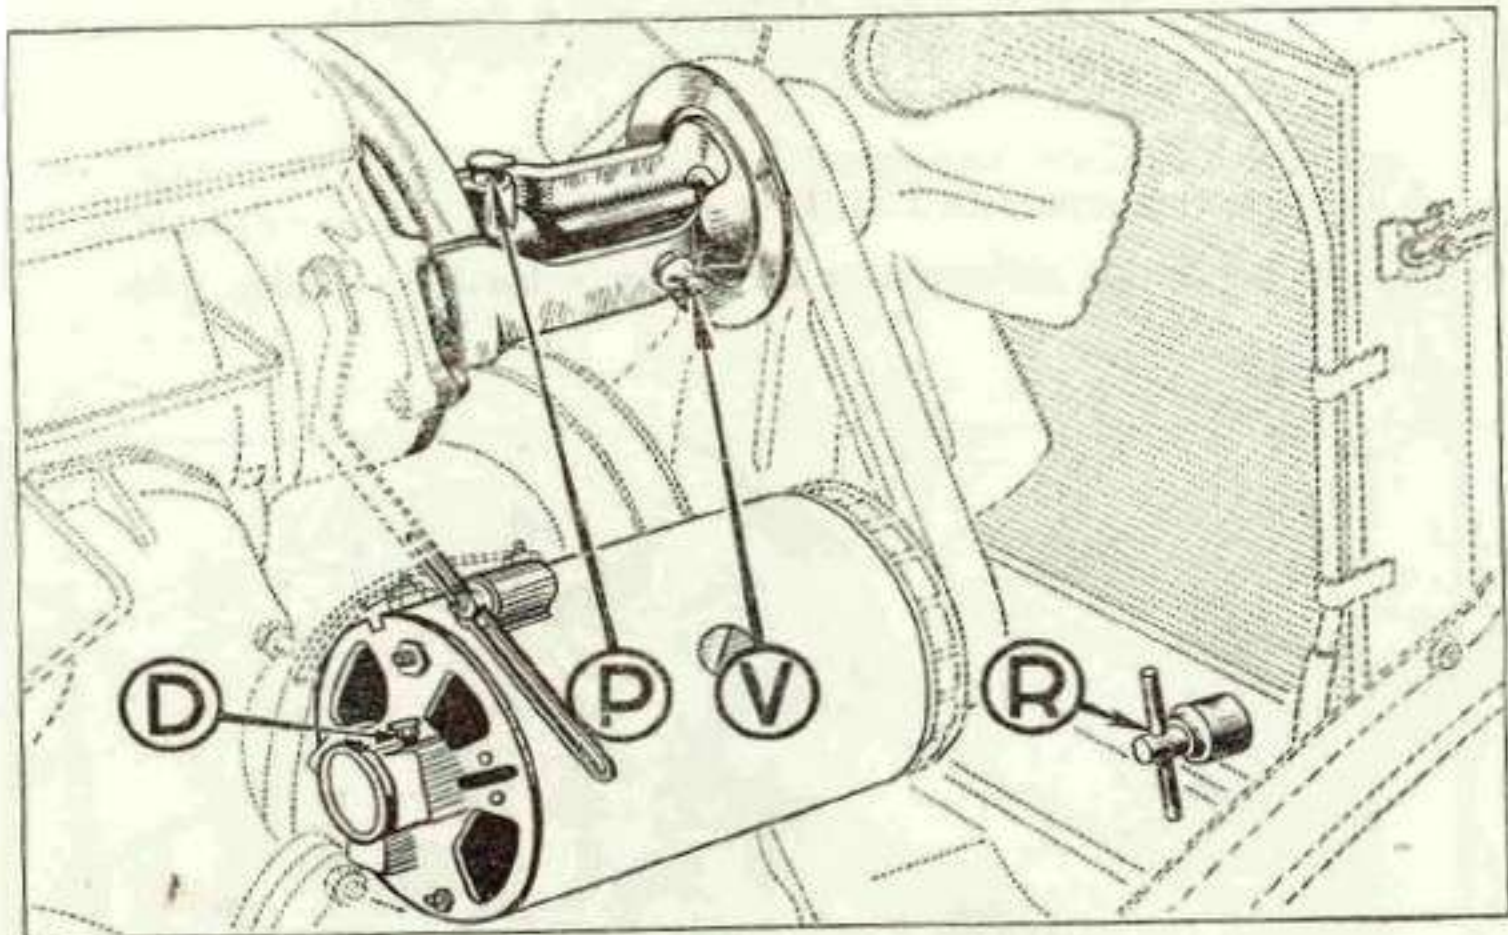

Fig. 15. — DYNAMO DUCELLIER.
— pour le radiateur, en R (fig. 15, p. 26).
— Le roulement de palier de ventilateur en V (fig. 15 et 16).
— L'axe de pompe à eau « huileur » en P (fig. 15 et 16).
b) Graissez le palier de dynamo en D (fig. 15 et 16) avec de l'huile moteur (2 à 3 gouttes).